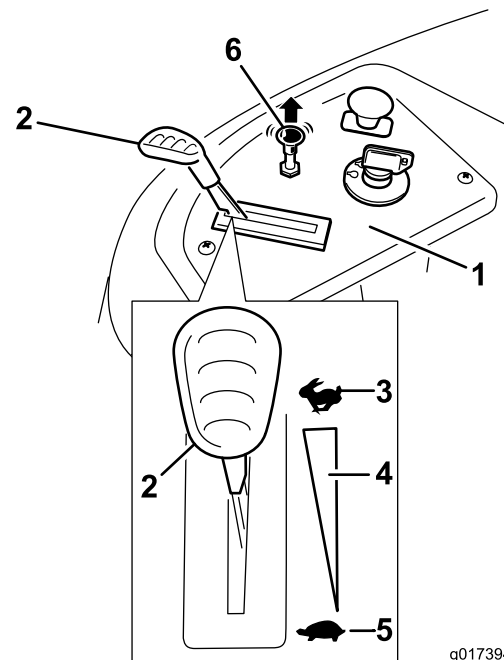

Figure 14
3. Tirez sur la commande de starter pour démarrer un moteur à froid (Figure 14).